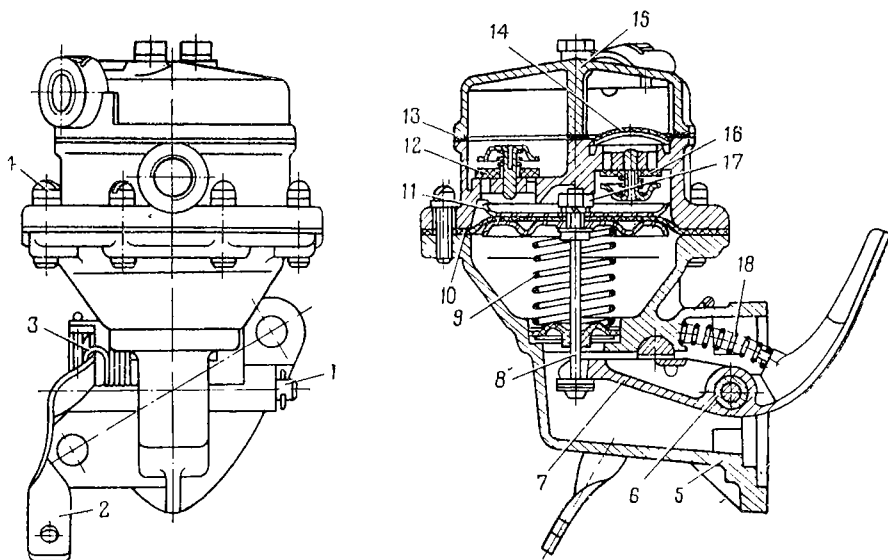

Рис. 41. Бензиновый насос
1. Вывернуть винты 4 (рис. 41) и снять головку 11 в сборе с крышкой 15.
а) затяжку винтов крепления головки бензинового насоса производить при оттянутом положении рычага 7 (рис. 41) примерно на 15—18 мм от нормального положения;